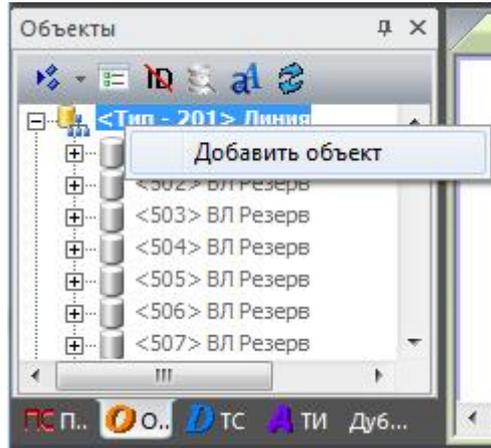

Рисунок 389 – Добавление типа объекта в дерево
**Примечание.** Если <Тип-201> **Питающие КЛ** не отображается в дереве «**Объекты**» его можно добавить. Для этого нужно кликнуть правой кнопкой мыши по любому типу в дереве и выбрать пункт контекстного меню «**Добавить объект**» (рисунок 389).